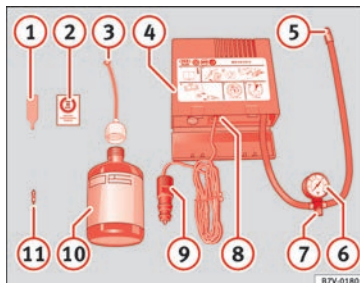

Fig. 163 Représentation standard : contenu du kit anticrevaison.
Le kit anticrevaison se trouve dans le coffre à bagages, sous le revêtement de plancher. Il inclut les composants suivants » **fig. 163** :
Revissez le tuyau de gonflage » fig. 163 ⑤ et vérifiez la pression du manomètre ⑥.